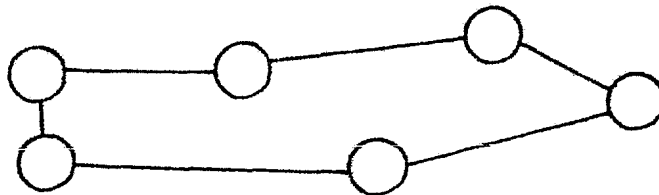

Fig. 6 Ciclo
- . Un ciclo es una cadena que conecta a un nodo con él mismo. (Fig. 6 - V)